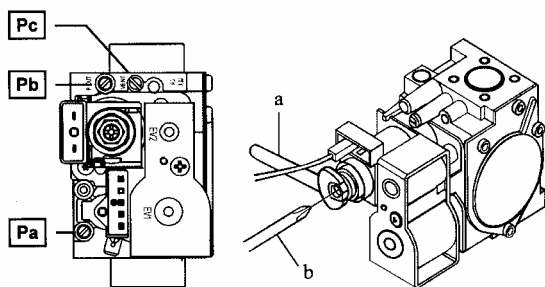

Рис. 11
Процедура калибровки регулятора давления зависит от типа установленного газового клапана (HONEYWELL или SIT, см. рис. 11).
- Подключить положительный вход дифференциального манометра к штуцеру Pb газового клапана (см. рис. 11). Подключить (только для моделей с закрытой камерой сгорания) отрицательный вход манометра через тройниковый отвод для того, чтобы соединить компенсационный выход котла, компенсационный выход газового клапана Pc и манометр. (Аналогичные измерения могут быть произведены при подключении манометра к штуцеру Pb после снятия передней панели закрытой камеры сгорания); При измерении давления другим образом, вы можете получить другой результат, из-за того, что низкое давление, создаваемое в закрытой камере сгорания вентилятором не учитывается.
- Поворачивать латунный винт ключом а (см. рис.11,12) до достижения давления, указанного в таблице 1 для соответствующей модели котла и соответствующего типа газа.
- Убедиться, что давление газа на входе газового клапана (штуцер Pa) (см. рис. 11) соответствует норме (37 мбар для пропана G31 и 20 мбар для метана G20);